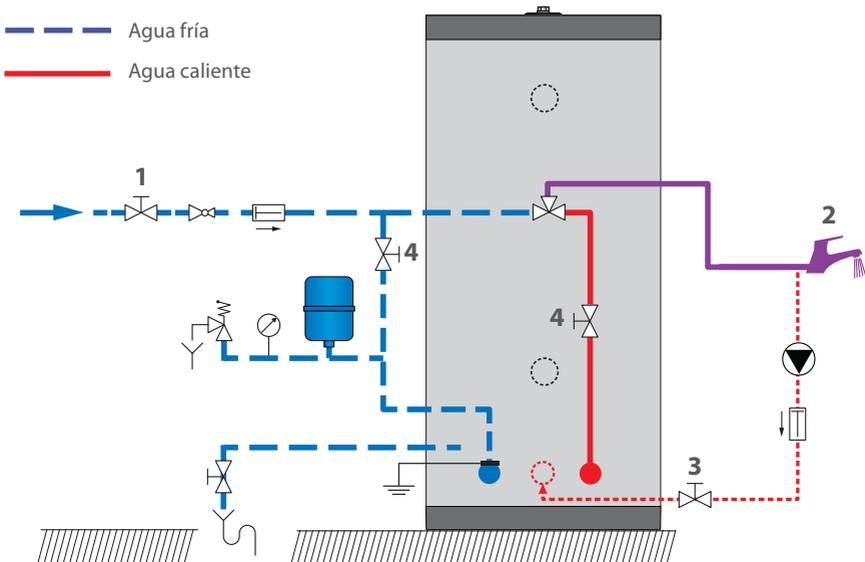

Figura 1
**LLENADO DEL ACUMULADOR SANITARIO (Figura 1)**